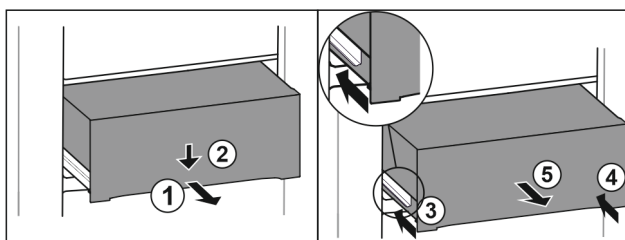

Fig. 91
- ▶ Predal izvlecite do polovice. Fig. 91 (1)
- ▶ Predal na sprednji strani potisnite navzdol. Fig. 91 (2)
- ▶ Levo vodilo potisnite približno 2 cm noter. Fig. 91 (3)
- ▶ Desno vodilo potisnite približno 2 cm noter. Fig. 91 (4)
- ▶ Predal vzemite ven v smeri naprej. Fig. 91 (5)